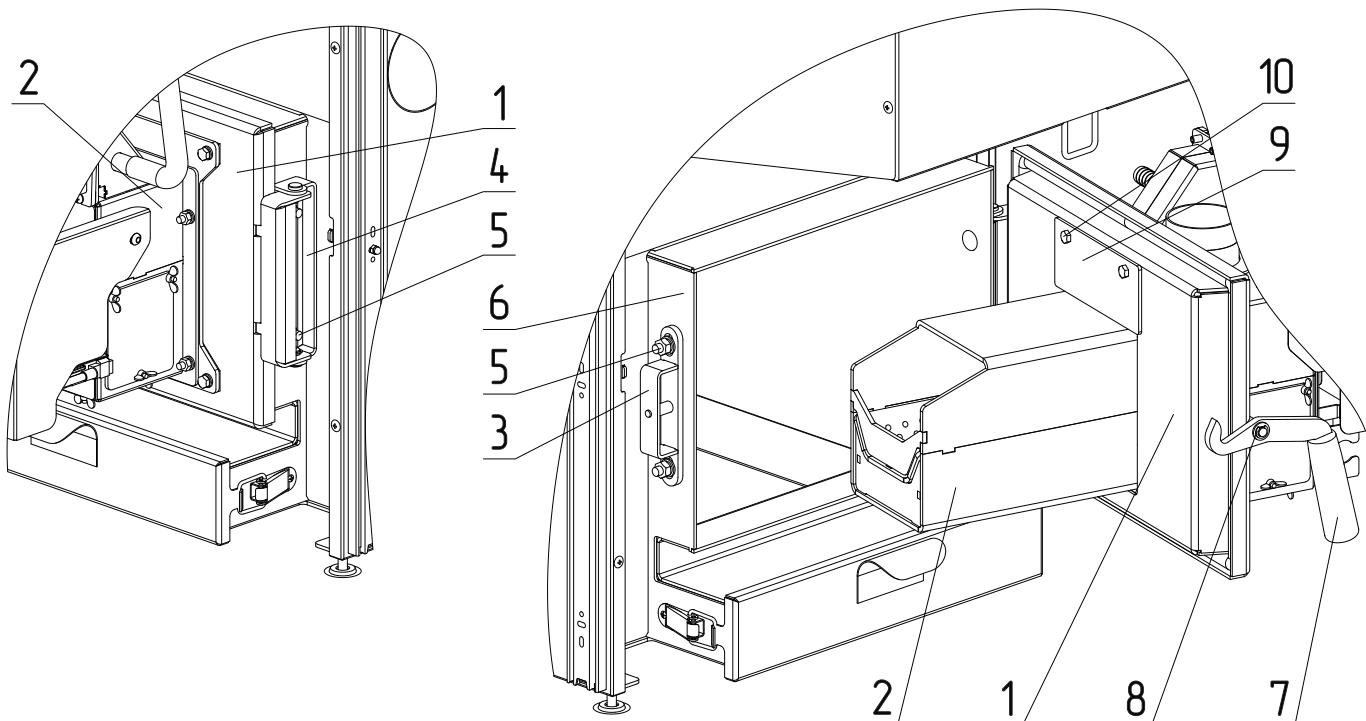

Рис.9 Изменение направления открытия двери котла
1. Открутить петлю двери (**Рис.9, поз.4**), экран горелки (**Рис.9, поз.9**);
2. Извлечь горелку, замок двери (**Рис.9, поз.3**);
3. Снять ручку двери (**Рис.9, поз.7**);
5. Установить на место петли двери (**Рис.9, поз.4**), замок двери (**Рис.9, поз.3**);
6. Установить экран (**Рис.9, поз.9**) с горелкой, который после изменения положения двери будет снизу горелки;
7. Установить ручку двери (**Рис.9, поз.7**) в соответствии с новым положением замка двери.